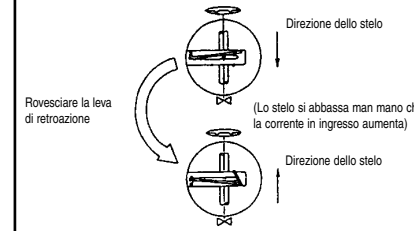

Fig.5 Utilizzare la posizione per la leva di retroazione
- Funzionamento normale:** lo stelo della valvola si muove verso il basso quando la corrente in ingresso aumenta. Collegare in modo tale che la molla di serraggio sia disposta sul lato superiore, come mostrato nella Fig.5. **Funzionamento inverso:** disporre la leva di retroazione nell'altro verso in modo tale che la molla di serraggio sia disposta sul lato inferiore.